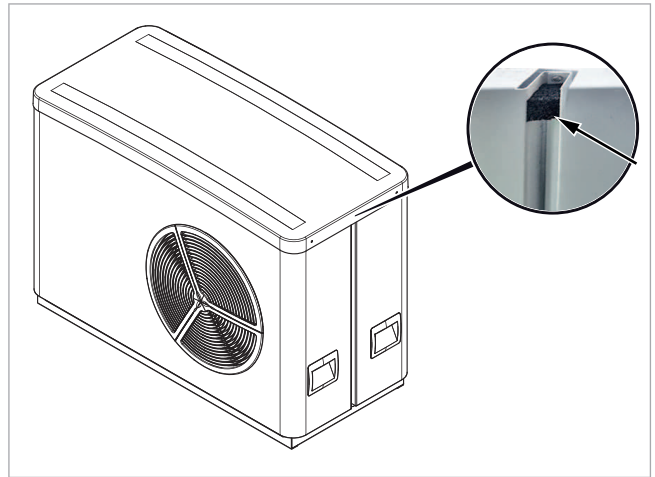

Abb. 7: Gedoppeltes Kompressionsband verkleben
2. Ggf. zusätzlich gedoppeltes Kompressionspressband unterhalb der Befestigungsschraube beider Gehäuse-Elemente (Schraube unterhalb des Deckelrands) von SolvisLea 8,3 Premium auf der Gegenseite des Schaltkastens einkleben (vgl. → Abb. 7).